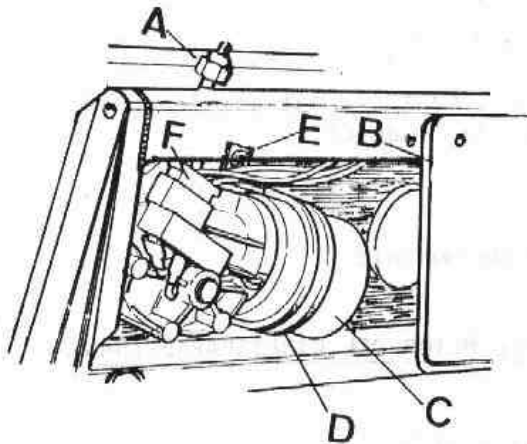

Fig. N2-9 Motor del limpiaparabrisas
- 2.1.3. Retirar la cubierta, B (Fig. N2-9) que nos dá acceso al motor del limpiaparabrisas, C.
- 2.1.4. Desconectar los cables, F (Fig. N2-9) del motor del limpiaparabrisas, C.
- 2.1.5. Desconectar la tuerca, A (Fig. N2-9) que fija la tubería curvada al motor del limpiaparabrisas, C.
2.1.6. Retirar la abrazadera, D (Fig. N2-9), soltando el tornillo de fijación, E.